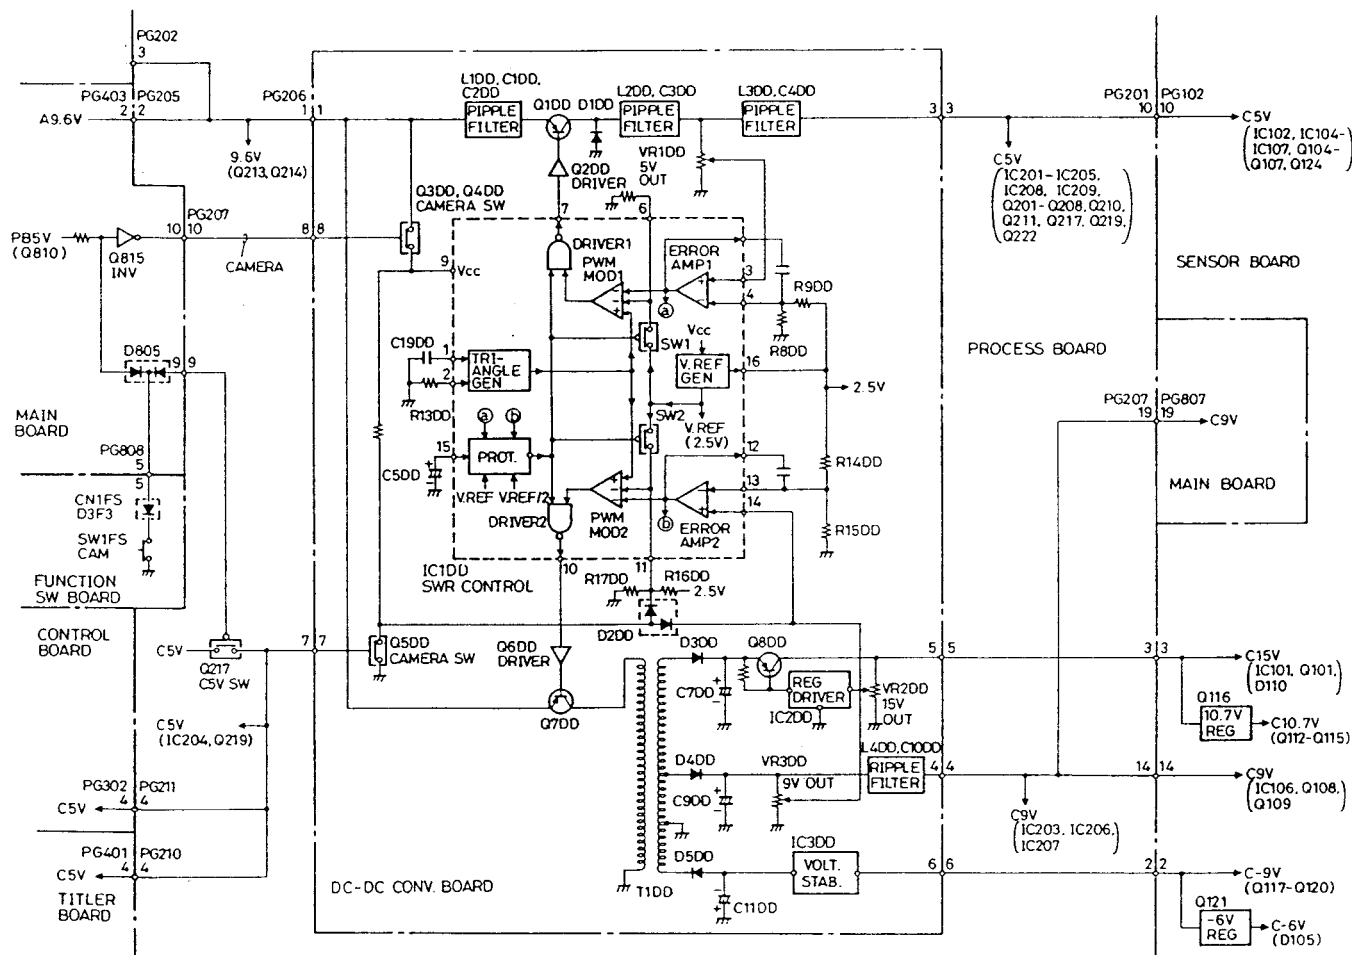

Abb. 2-1 Gs/Gs-Umformer-Schaltkreis
1. Kamera-Stromversorgungs-Schaltkreis (Abb. 2-1)